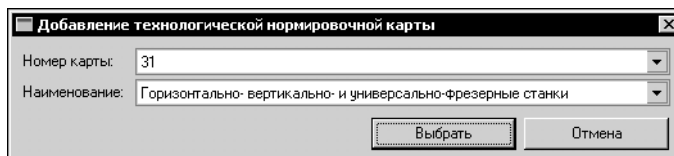

Рис. 21.34. Добавление нормировочной карты
3. В открывшемся окне **Добавление технологической нормировочной карты** (рис. 21.34) выберите номер карты из раскрывающегося списка **Номер карты** или наименование карты из раскрывающегося списка **Наименование**.
4. Нажмите кнопку **ОК** (рис. 21.34).